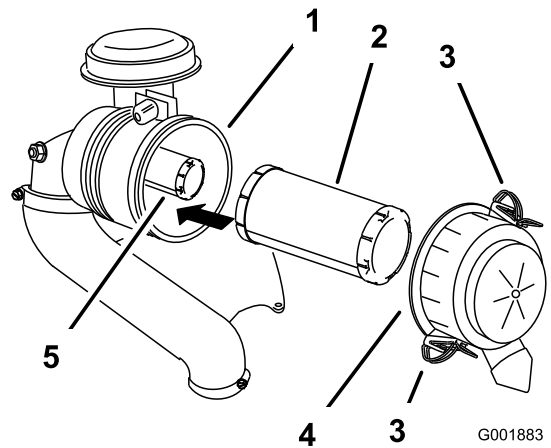

Bild 30
3. Lösen Sie die Riegel am Luftfilter und ziehen Sie die Abdeckung von der Luftfilterabdeckung ab (Bild 30).
5. Schieben Sie den Hauptfilter vorsichtig aus dem Luftfiltergehäuse heraus (Bild 30).
2. Wenn Sie den Sicherheitsfilter auswechseln, schieben Sie ihn vorsichtig in das Filtergehäuse (Bild 30).
3. Schieben Sie den Hauptluftfilter vorsichtig auf den Sicherheitsluftfilter (Bild 30).
4. Bringen Sie die Luftfilterabdeckung so an, dass die Seite mit **Up** nach oben zeigt, und rasten Sie die Riegel ein (Bild 30).